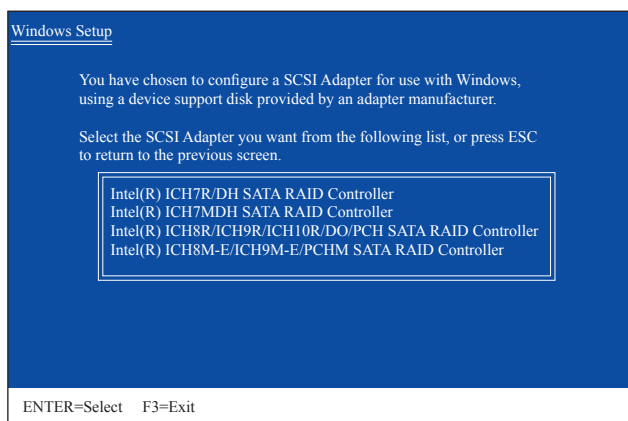

図 2
SATA RAID/AHCI ドライバを含むフロッピーディスクを挿入し、<S> を押します。次に、以下の図2のようなコントローラメニューが表示されます。Intel (R) ICH8R/ICH9R/ICH10R/DO/PCH SATA RAID Controller を選択し、<Enter> を押します。